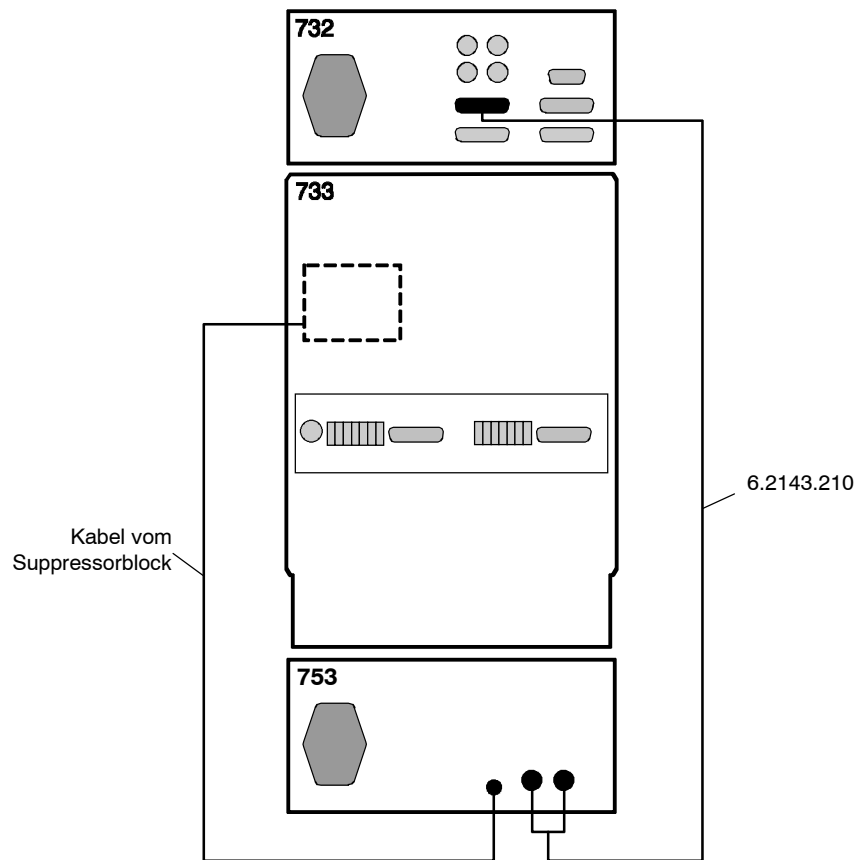

Abb. 8: Anschluss des Suppressor-Moduls 753 am IC-System 732/733
Um die Fernbedienung von Suppressor und Pumpe via IC Detector 732 zu ermöglichen, muss der Anschluss **17** des Suppressor-Moduls 753 gemäss *Abb. 8* mit dem als Option erhältlichen Kabel 6.2143.210 am Anschluss "Remote" des IC Detectors 732 angeschlossen werden. Damit die Fernbedienung funktioniert, müssen zudem die beiden Schalter **2** und **6** <REMOTE> auf der Vorderseite der Suppressor-Moduls 753 auf "ON" gestellt werden.
- Kabel **23** am Anschluss **17** „Suppressor“ des Suppressor-Moduls 753 anschliessen (siehe *Abb. 8*).